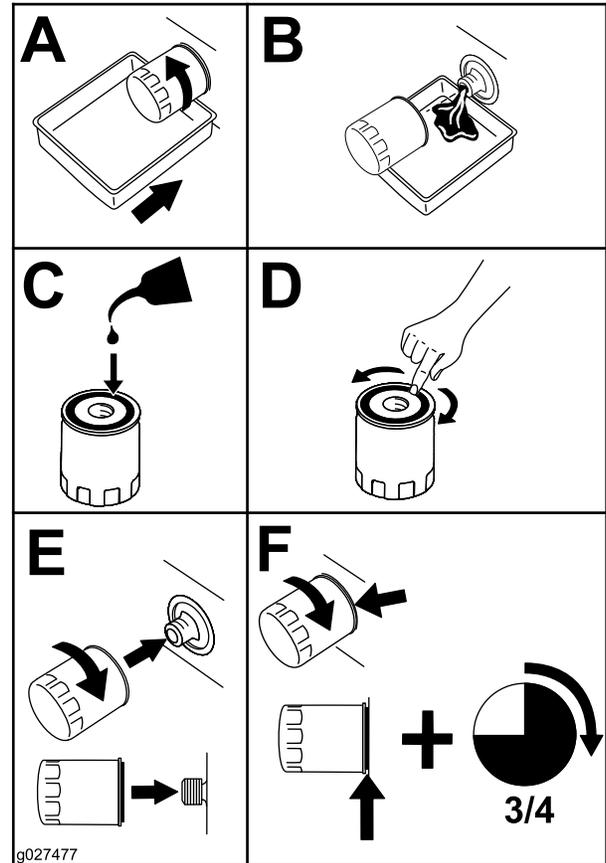

Bild 49
- Wechseln Sie den Motorölfilter (Bild 49).